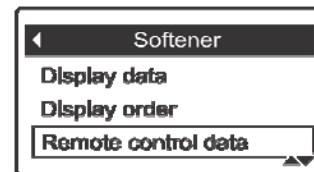

РИС. 118
2. Нажать кнопку ВЫБОР (O) на пульте дистанционного управления для отображения меню устройства.
3. Нажать кнопку ВНИЗ (▼) и прокрутить опции меню до подсветки надписи в рамке **Данные пульта дистанционного управления** (См. Рисунок 118).
6. Для выбора непроверенного элемента пульта дистанционного управления, убедиться, что рамка напротив названия элемента выделена светом (рамка черная в середине). Затем нажать кнопку ВЫБРАТЬ (O). В рамке появится «галочка».
7. Для отмены выбора проверенного элемента пульта дистанционного управления, убедиться, что рамка напротив названия элемента выделена светом (рамка черная в середине). Затем нажать кнопку ВЫБРАТЬ (O). «Галочка» исчезнет.
8. После завершения выбора, выйти из этого меню нажатием кнопки ВЛЕВО (◀). Дисплей вернется обратно в меню устройства (Рисунок 118).